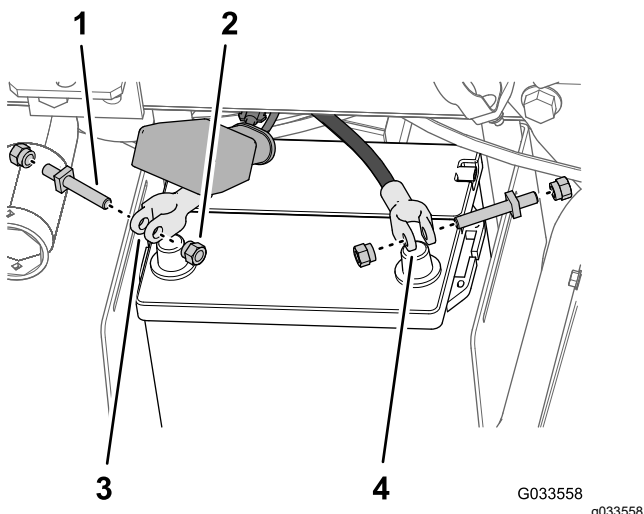

Figure 30
5. Fixez légèrement un boulon de borne et un écrou de serrage sur les cosse des câbles positif et négatif de la batterie (Figure 30).